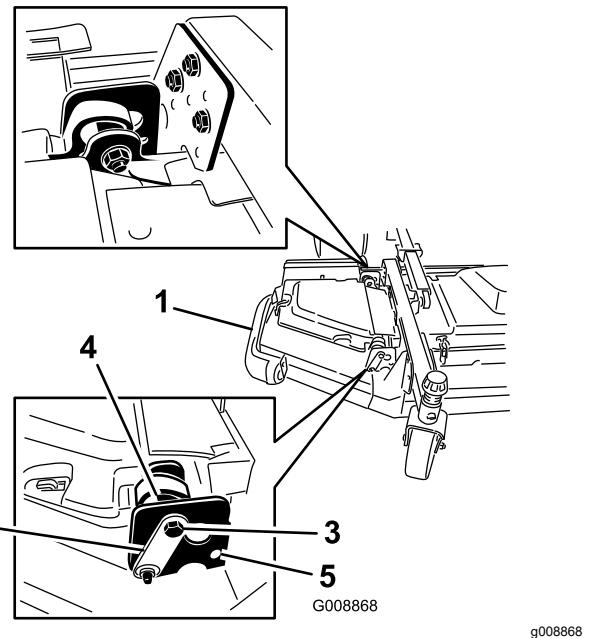

Bild 4
4. Setzen Sie die vordere und hintere Anschlagschraube zwischen die oberen Befestigungslöcher und die Exzenter ein (Bild 4).